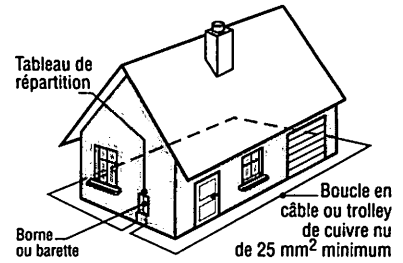

Fig. 31 : Prise de terre à fond de fouilles.
- Ceinturage à fond de fouille : c'est un câble en cuivre nu de section 25 mm2 minimum posé dans la tranchée où seront coulées les fondations de la maison et du bâtiment (fig. 31) (sans contact avec le béton).